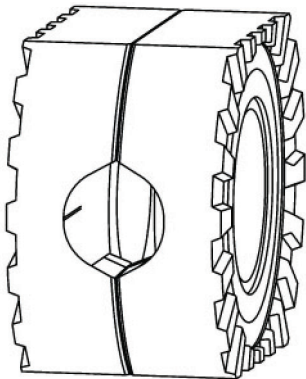

Рис. 4
10. Объедините обе распорные муфты со штифтами, пружинками и дистанционными кольцами в сборе в один пакет. Штифты одной муфты должны быть расположены напротив колодцев с пружинками другой муфты (Рис.4).